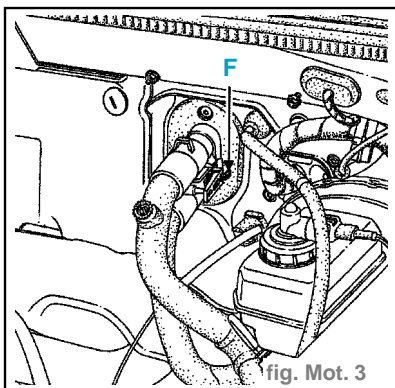

fig. Mot. 3
- les durit d'aérotherme, pour cela appuyer en (F) et tirer fortement en arrière l'ensemble pour les désaccoupler (attention aux deux joints) (fig. Mot. 3),